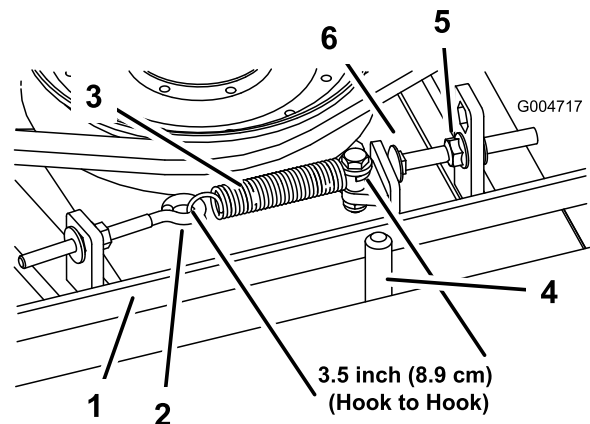

Рисунок 72
При правильном натяжении внутренняя длина пружины растяжения (между зацепами) должна быть приблизительно 8,3–9,5 см. После того, как будет достигнуто правильное натяжение пружины растяжения, отрегулируйте упорный болт (каретный болт) так, чтобы между головкой болта и рычагом натяжного шкива оставался зазор 2–5 мм. (Рисунок 72).
Примечание: Убедитесь в том, что ремень расположен на направляющей ремня со стороны пружины (Рисунок 72).
2. Ослабьте рым-болт, чтобы можно было снять пружину растяжения (Рисунок 72).
3. Ослабьте фланцевую гайку, которая крепит упорный болт к монтажному выступу, и отодвиньте натяжной шкив от ремня, чтобы ослабить натяжение ремня (Рисунок 72).
9. Подсоедините пружину растяжения (Рисунок 72) к рым-болту и натяните ремень следующим образом: